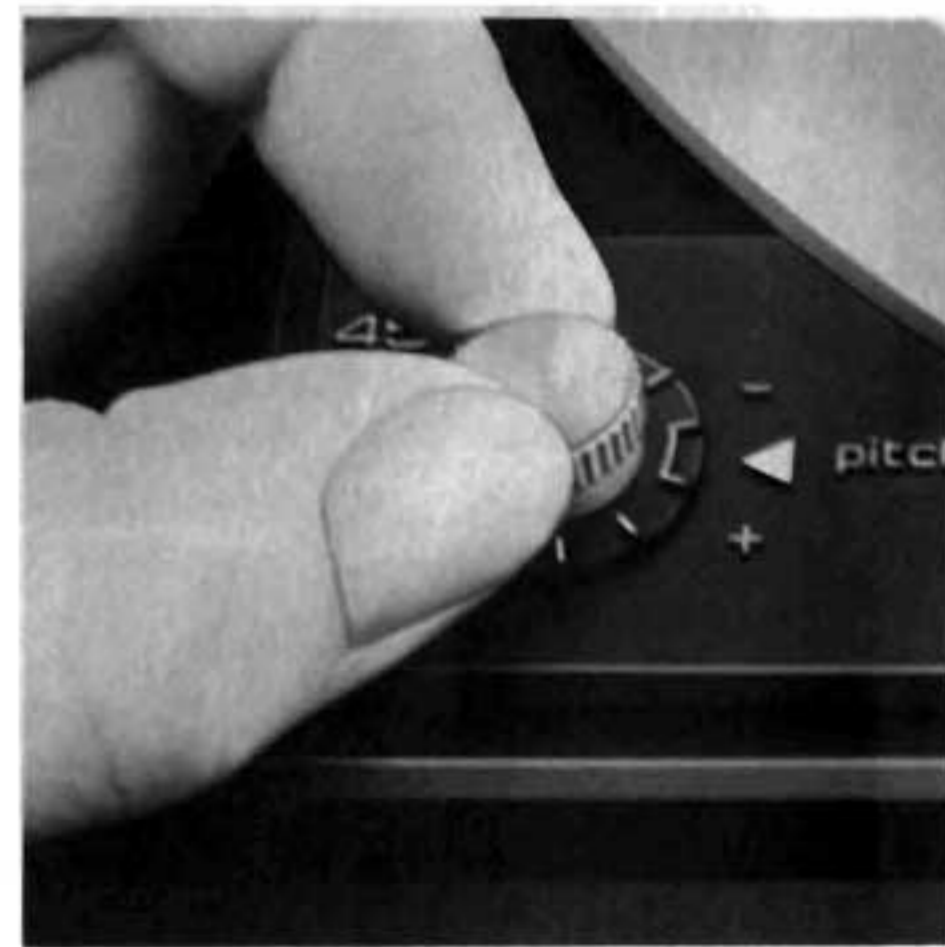

Fig. 13
Jede der beiden Normdrehzahlen 33 1/3 and 45 U/min kann mit der Tonhöhenabstimmung variiert werden. Die Einstellung erfolgt mit dem Drehknopf „pitch“ (3) (Fig. 13). Mit der Tonhöhen-Abstimmung lassen sich Tonlage und Tempi der Wiedergabe individuell regeln, z.B. wenn ein Instrument zur Schallplatte gespielt wird und die Tonhöhe der Platte darauf abgestimmt werden soll, oder einige Musikakte genau auf die Länge einer Filmszene gebracht werden sollen.
Chacune des 2 vitesses normalisées 33 1/3 et 45 tr/mn peut être modifiée par le réglage de la hauteur du son (3) (Fig. 13).
Each of the two standard speeds (33 1/3 and 45 rpm) can be varied with the pitch control. Adjustment is made with pitch control knob (3) (Fig. 13).
(3) (Fig. 13).
„pitch“ (3) (Fig. 13).